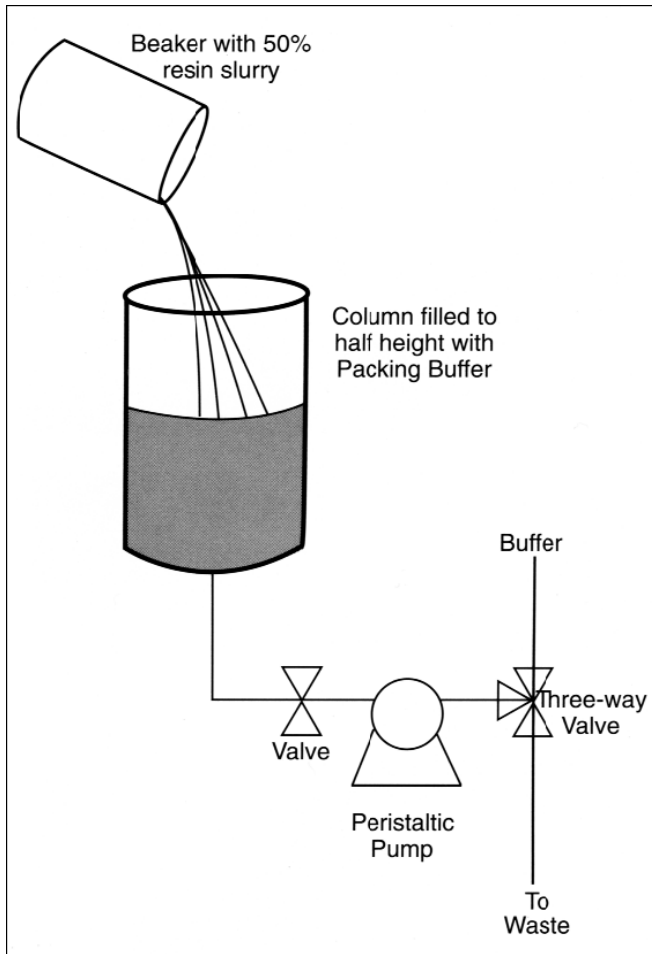

图 12. 将一蠕动泵连接至层析柱底部出口
(1) 调节浆液浓度至 50%，从顶部轻轻搅动浆液使其重新悬浮。注意不要使用磁力搅拌器！
(2) 如图 12 所示，将一蠕动泵连接至层析柱底部出口。(参照图 12)
(3) 确保层析柱水平并已适于装填。
(4) 当泵向上工作时，将缓冲液向下加入至层析柱中，直到大约 50% 柱高为止，停泵。
(5) 当泵以期望的流速向下工作时，慢慢向层析柱中加入均匀的浆液。注意将浆液沿着层析柱壁倒入，以避免产生气泡。
(6) 当柱床基本形成、缓冲液高出柱床大约 2~3cm 时，停泵并关闭层析柱的出口。
(7) 轻轻地用装有缓冲液的喷壶冲洗层析柱的内壁。
(8) 小心将进样分配器放入层析柱，并使得分配器刚好接触到缓冲液表面。
(9) 当分配器就位后，将泵放置于柱前。注意排除管路中的空气。